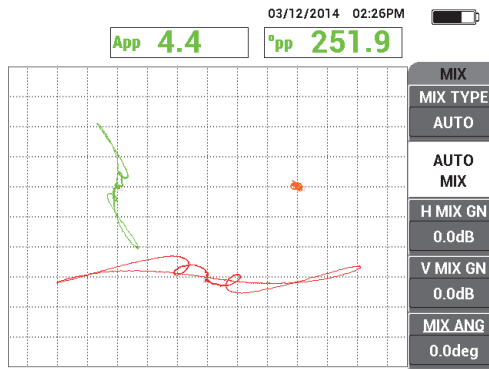

Abbildung 5-144 Erfolgreich subtrahiertes Signal des Hilfsrings
15. Drücken Sie den Fußschalter ERASE und prüfen Sie erneut den Rohrhilfsring. Der Kanal **MIX** (orange) sollte ein sehr kleines, fast nicht sichtbares, Hilfssignal anzeigen (siehe Abbildung 5-144 auf Seite 245).